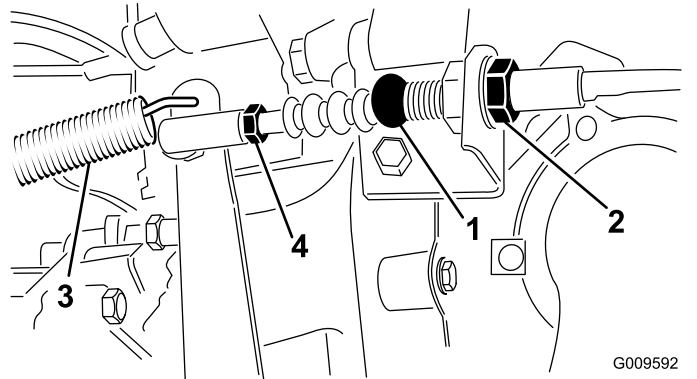

図 69
1. クラッチケーブルをベルハウジング上のブラケットに固定しているジャムナットをゆるめる(図 69)。